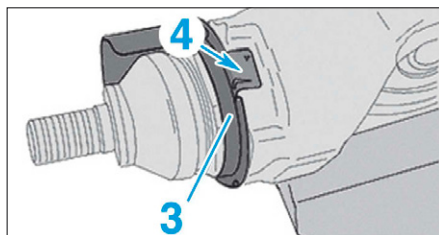

FIG. 20
- Remplacer la tôle de protection par une tôle neuve (3) et la freiner en déformant la partie (4) sur l'un des crans de la rotule (Fig.20).